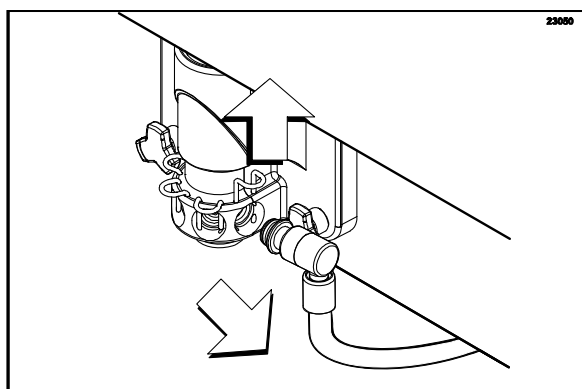

Figura 46
4. Desconecte a válvula de xarope da porta da máquina. Levante o retentor da válvula de xarope e puxe a válvula para fora. (Veja a Figura 46.)